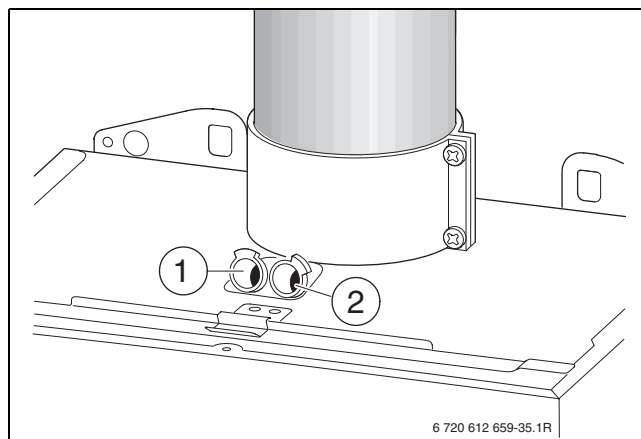

Fig. 84
- ▶ Afsluitplug op de verbrandingsluchtmeetnippel (2) verwijderen (→ afb. 84).
- ▶ Afsluitplug op rookgasmeetpunt (1) verwijderen (→afb. 84).